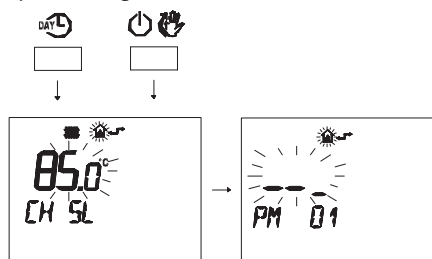

Figura 5.57
- Premere contemporaneamente i pulsanti **DAY** e **☀** per entrare nella programmazione trasparente (Figura 5.57).